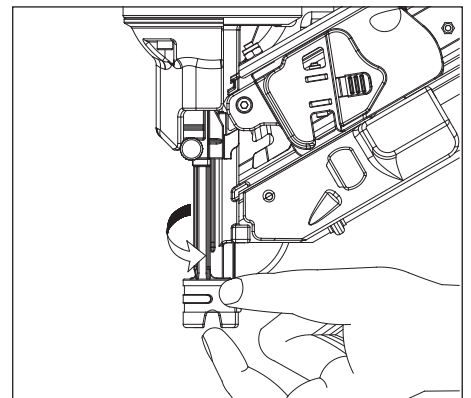

Figure 12 - Ajustement de profondeur du clou
4. Tourner la PC d'un quart de tour à sa position originale comme indiqué. Voir la figure 12.